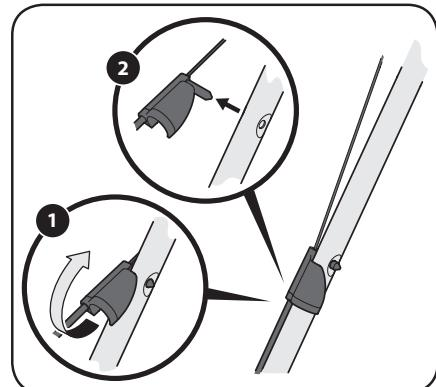

Figura 4-3
- Rote hacia arriba el accesorio del cable de la transmisión en la manija superior izquierda. Consulte. Vea la Figura 4-3.